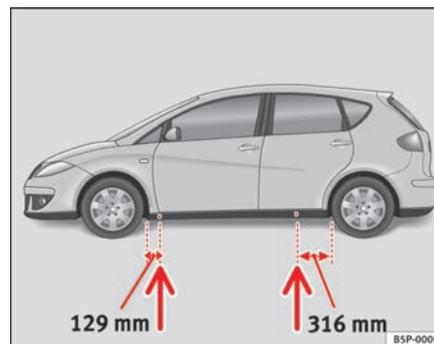

Fig. 171 Pontos de recepção do macaco
- Procure na longarina inferior o ponto de apoio mais próximo do pneu furado ⇒ página 258, fig. 171.
Na longarina inferior estão assinalados os pontos em que o macaco pode ser aplicado ⇒ página 258, fig. 171. Só existe um local previsto para cada pneu. O macaco não deve ser aplicado noutros pontos.